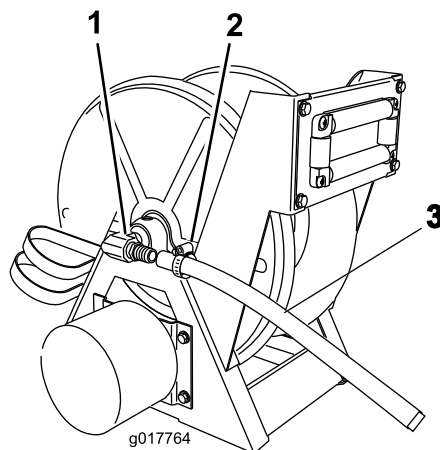

Рисунок 11
3. Установите конец шланга на прямоугольный штуцер шлангового барабана в сборе, со стороны бака (Рисунок 11).